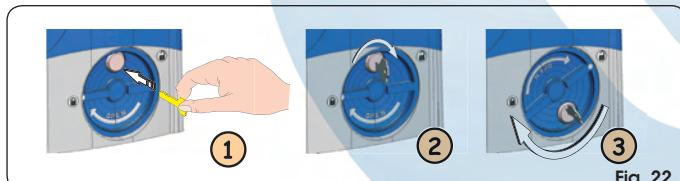

Fig. 22
1. Inserire l'apposita chiave in dotazione nella serratura, Fig. 22 Rif. ①, e ruotarla in senso orario come indicato in Fig. 22 Rif. ②.
2. Ruotare il sistema di sblocco in senso orario di circa 180°, come indicato in Fig. 22 Rif. ③.